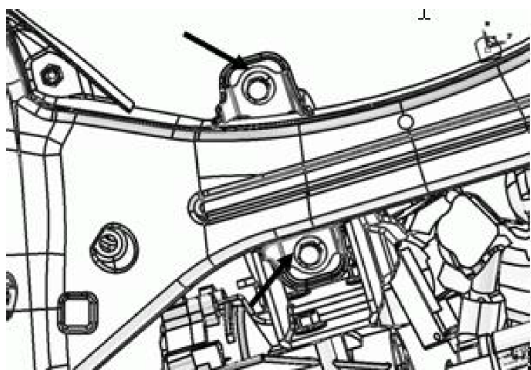

图 5
2.3.2 拆下发动机后悬置支座与前副车架相连接的 2 个螺栓（如下图 5 所示）。这样后悬置支座总成就可以拆掉。
2.4.2 将更换后的发动机后悬置安装支座总成按图 5 所示放入安装位置，带上后悬置支座与副车架横梁相连的 2 个螺栓，然后带上后悬置安装支架总成与后悬置安装支座总成相连接的 1 个横穿
2.5.1 将发动机后悬置安装支座与副车架相连的 2 个螺栓打力矩为 85 N.m（如图 5 所示）。